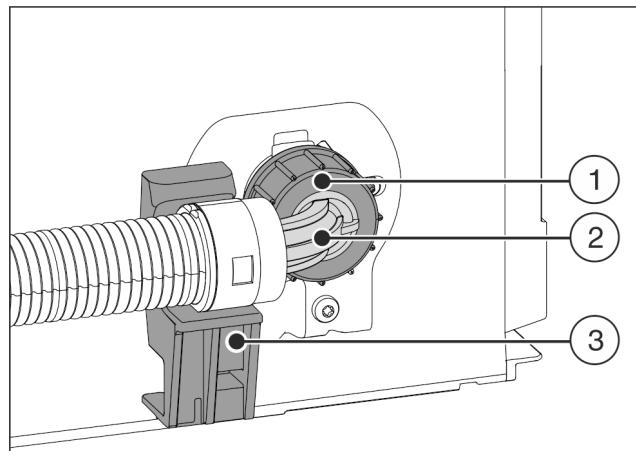

Fig. 23
- ▶ Конец шланга под углом *Fig. 23 (2)* разместить горизонтально на держателе *Fig. 23 (3)* и удерживать.
- ▶ Вручную гайку *Fig. 23 (1)* накрутить на резьбу до обеспечения надежной посадки.